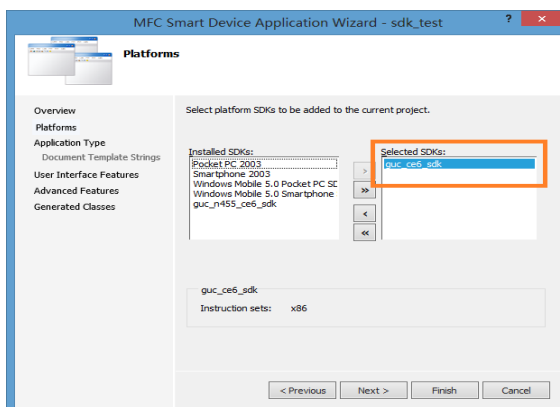

图 5-4 目标机平台
- 2) 对于 MFC 类型的工程，在新建工程的 Wizard 过程中，需要选择开发平台，请添加 guc_ce6_sdk(GUC 与 GUS 所使用 sdk 通用)平台,如图 5-4。工程建立后，编译成功后，开始配置调试环境。